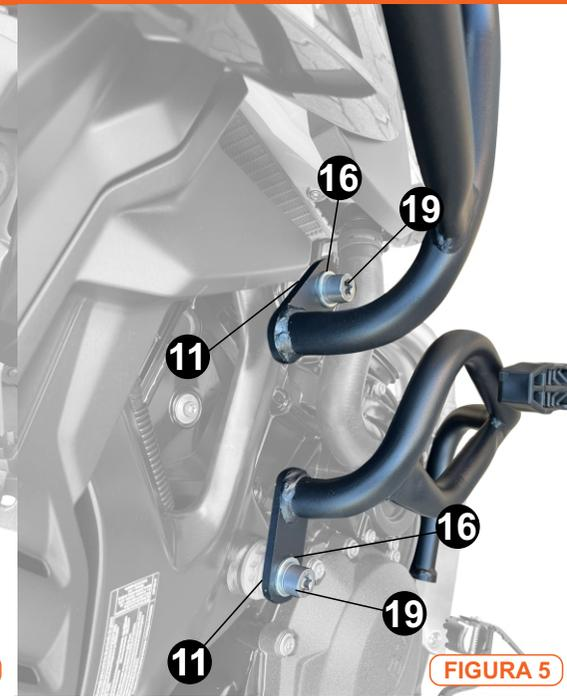

FIGURA 5
- Para a instalação basta seguir as figuras 4 e 5 utilizando a bucha de 22x6 entre o chassi e a peça conforme figura 5.
- Para a instalação das proteções basta a figura 5 (referente ao lado direito)